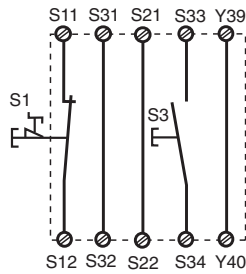

Fig. 3: Circuito de entrada monocanal, rearme supervisado/Circuito di entrata monocanale, start controllato/Eenkanalig ingangscircuit, bewaakte start
- Fig. 3, 4, 5, 6, 9: S13-S14 **no** conectado
- Fig. 3, 4, 5, 6, 9: **nessun** colleg. S13-S14
- Fig. 3, 4, 5, 6, 9: **geen** verbinding S13-S14